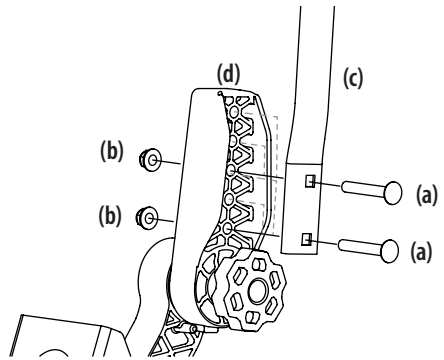

Figure 7
1. Retirez les deux vis de carrosserie (a) et les deux écrous de blocage à bride (b) qui fixent le levier de commande de transmission des barres de conduite (c) au dispositif de réglage de la poignée supérieure (d). Consultez la Figure 7.
2. Déplacez le levier de commande de transmission des barres de conduite vers l'une des trois hauteurs disponibles et fixez-le à l'aide des vis de carrosserie et des écrous de blocage à bride. Consultez la Figure 7.
4. Si les barres de conduite ne sont pas alignées après ce réglage, desserrez les écrous (b) des barres, alignez les barres de conduite et resserrez les écrous. Ainsi, les barres de conduite seront alignées lorsque vous ajusterez leur position dans le futur. Consultez la Figure 7.